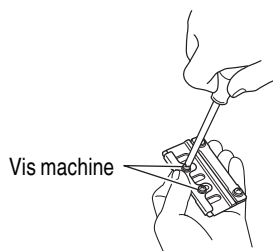

Fig. 33
- (2) Appuyer la surface tournée de la plaque de fixation (A) sur la surface du mur b tout en ajustant le tranchant de la lame de coupe sur la surface du mur a de la jauge de fixation. Puis, les serrer avec les 2 vis. (Fig. 33 et 34)